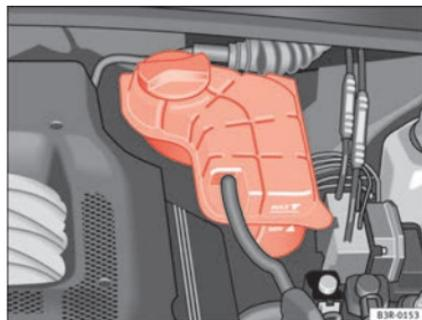

Fig. 168 Compartimento do motor: Depósito do líquido de refrigeração
- Controle o nível do líquido de refrigeração no depósito de expansão do líquido de refrigeração ⇒ Fig. 168. Com o motor frio, o nível deve situar-se entre as marcas „min“ e „max“. Com o motor quente, o nível poderá situar-se também um pouco acima da marca „max“.
- Coloque um pano sobre o tampão do depósito de expansão do líquido de refrigeração ⇒ Fig. 168 e desenrosque-o **com cuidado** rodando-o para a esquerda ⇒ .